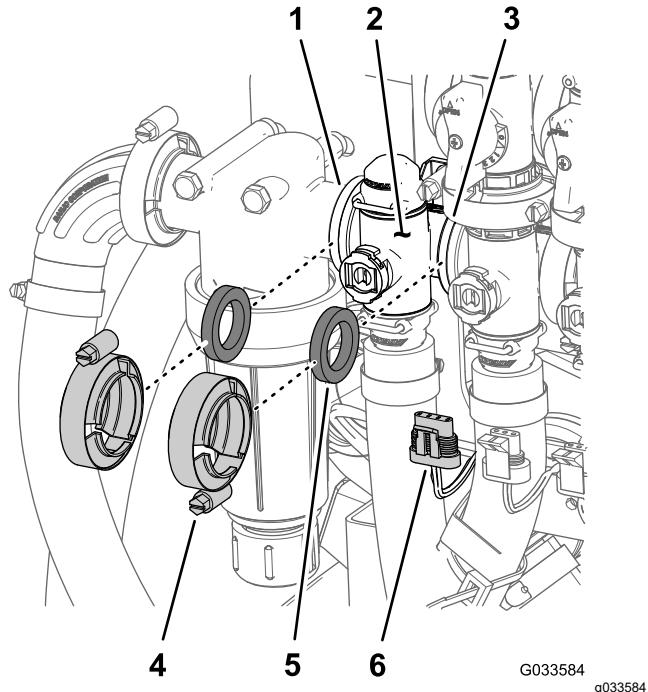

Bild 113
1. Entfernen Sie die zwei Flanschklemmen und zwei Dichtungen, mit denen der Verteiler für das Dosierungsregelventil am Druckfilter und Rührwerkventil befestigt ist (**Bild 113**).